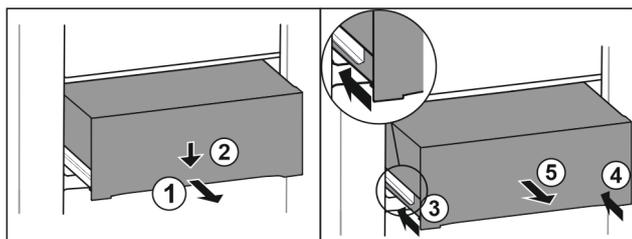

Fig. 94
- ▶ Extraiga el cajón hasta la mitad. Fig. 94 (1)
- ▶ Presionar hacia abajo el cajón de la parte delantera. Fig. 94 (2)
- ▶ Introducir el carril izquierdo unos 2 cm. Fig. 94 (3)
- ▶ Introducir el carril derecho unos 2 cm. Fig. 94 (4)
- ▶ Extraiga el cajón hacia delante. Fig. 94 (5)